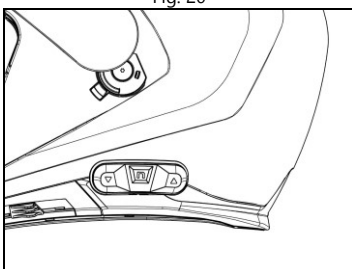

Fig. 22
- Le positionnement correct du clavier est illustré aux Fig. 22.